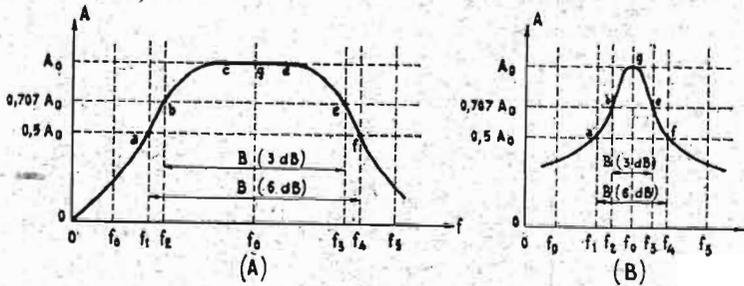

FIG. 5
formes de courbes de réponse sont montrées en (A) et (B) de la figure 5.
bes de réponse de la figure 5. On constate qu'à une fréquence f_0 , on a le maximum de tension A_0 . De part et d'autre de f_0 , le signal de sortie diminue. Pour $f = f_2$ ou $f = f_3$, son amplitude est de 30 % plus petite, exactement $0,707 A_0$. Ensuite, pour des fréquences f_1 et f_4 il n'est plus que $0,5 A_0$.